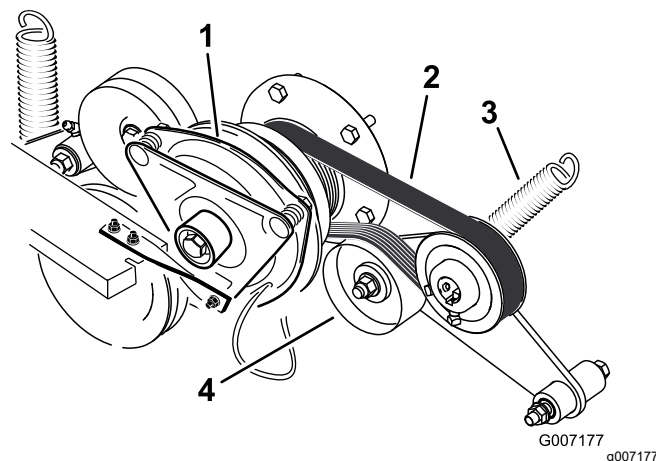

Figura 89
3. Retire a mola do braço do tambor falso (Figura 89).
4. Instale a nova correia em torno do motor e da polia da bomba hidráulica (Figura 89).
6. Instale a mola no braço intermédio (Figura 89).